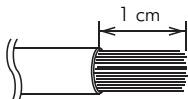
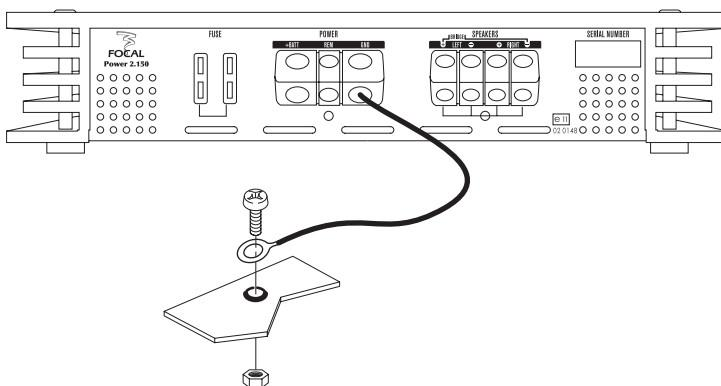
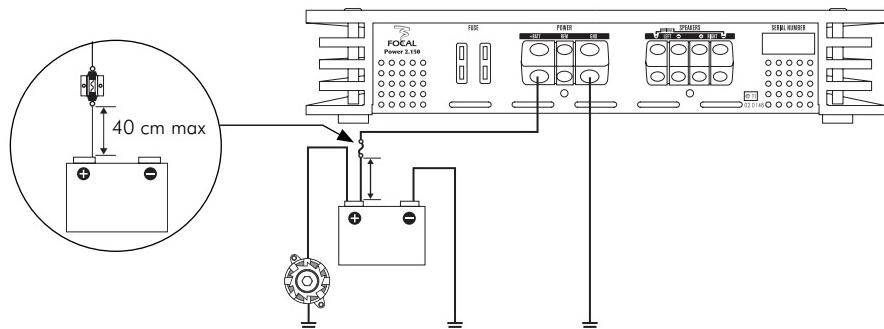

fig. 3
fig. 4
fig. 7
- 9 - Toujours protéger la batterie et le circuit électrique de dommages potentiels à l'aide de fusibles. Installer un porte-fusible et un fusible appropriés sur le câble d'alimentation 12 V positif (+) à moins de 40 cm de la borne de la batterie. Idéalement, cette distance doit être la plus courte possible (fig. 7).
- 10 - Préparer la masse du châssis en grattant toute trace de peinture sur la surface métallique, afin d'assurer une bonne mise à la masse. Les connexions de masse doivent être aussi courtes que possible et **TOUJOURS** connectées à du métal soudé à la carrosserie ou au châssis du véhicule (fig. 4). Le point de masse généralement retenu est celui assurant la liaison entre la borne négative de la batterie et le châssis du véhicule.
3.4 - Se munir du câble d'alimentation négatif (-). Ce câble doit être le plus court possible et ne doit idéalement pas dépasser 1 mètre, afin d'assurer une parfaite liaison entre l'amplificateur et le châssis du véhicule. Le câble et sa section doivent être conformes au tableau p 29. Trouver un point de masse adéquat (fig. 4), puis le poncer pour enlever toute trace de peinture ou autre verni et ainsi optimiser la qualité du contact. Percer la tôle préalablement poncée au diamètre correspondant à la vis choisie en s'assurant qu'aucun passage de câbles réservoir ou autre organe sensible du véhicule ne soit à proximité. Dénuder 1 cm de câble (fig. 3), puis étamer. Visser fermement le câble sur la borne GND de l'amplificateur. Etamer l'autre extrémité puis sertir ou souder sur la cosse prévue à cet effet. Insérer la cosse dans la vis, puis mettre la vis et son écrou en place et visser fermement.
3.6 - Préparer le câble d'alimentation positif (+) pour le relier à l'amplificateur en dénudant 1 cm (fig. 3) à son extrémité. Etamer cette partie à l'aide d'un fer à souder et de fil d'étain. Insérer la partie dénudée et étamée dans la borne "+" BATT" de l'amplificateur, puis bloquer le câble en vissant fermement.
3.7.1 - La phase d'installation du porte-fusible dédié à sécuriser l'installation peut maintenant débuter. Le porte-fusible doit être relié de part et d'autre du câble d'alimentation positif (+). Il doit être situé proche de la batterie {10 à 40 cm (fig. 7)}. Démonter le porte-fusible en prenant soin d'ôter le fusible. Fixer le socle du porte-fusible. Couper le câble d'alimentation rouge entre 10 et 40 cm (maximum) de la batterie (fig. 7). Garder la chute de câble qui servira pour relier l'autre extrémité du porte-fusible à la borne positive (+) de la batterie du véhicule. Dénuder 1 cm (fig. 3), puis étamer. Visser le câble dans le bornier du porte-fusible. Récupérer la chute de câble restante. Dénuder 1 cm (fig. 3), puis étamer. Visser le câble dans l'autre bornier du porte-fusible.